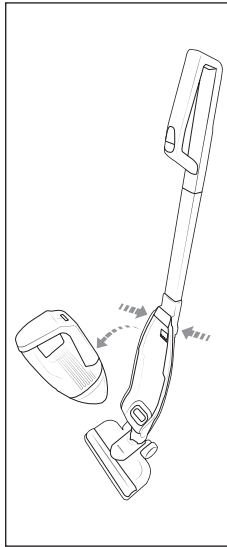

Bild 4
- 3) För att lossa handenheten **2** från skaftet **11** trycker du på båda upplåsningsknapparna samtidigt **13** (bild 4).
- 4) Ta sedan tag i handenhetens **2** handtag **1** och dra det uppåt och framåt för att lossa den från inbuktningen **14** (bild 4).